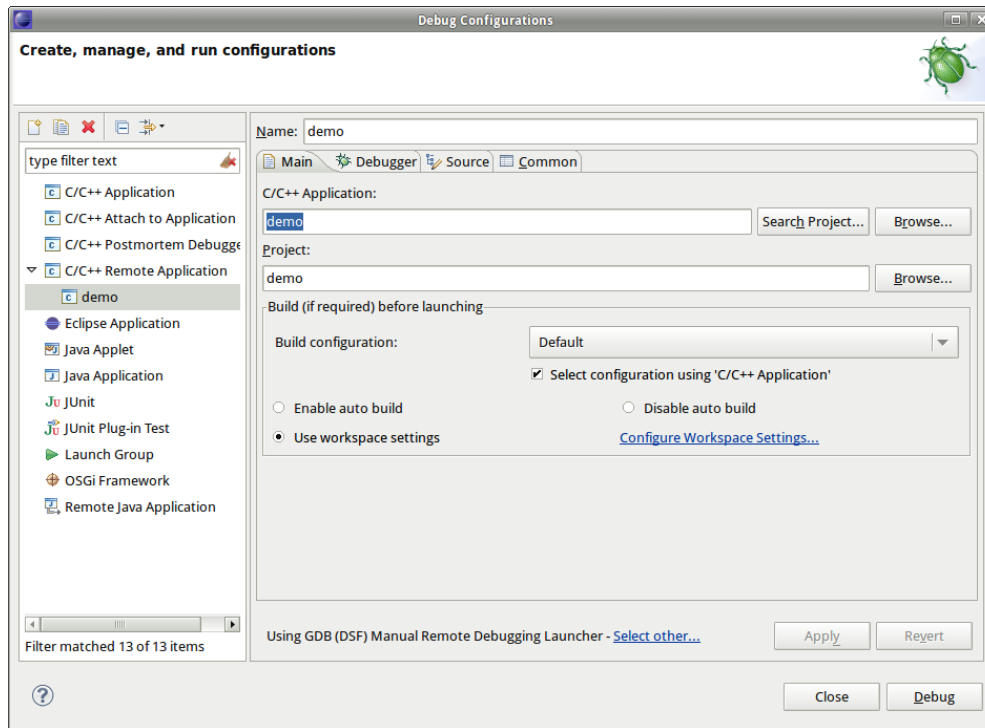

Bild 56: Festlegen der zu debuggenden Applikation
Die Konfiguration des Debuggers in der IDE ist nur einmalig beim ersten Aufruf notwendig. Die Konfiguration erfolgt innerhalb von "Eclipse" über den Menüpunkt **"Run -> Debug..."**. Dadurch wird der im *Bild 56* dargestellte Konfigurationsdialog geöffnet. Hier sind folgende Schritte auszuführen:
2.1 Festlegen des im Debugger auszuführenden Programms (siehe Bild 56)